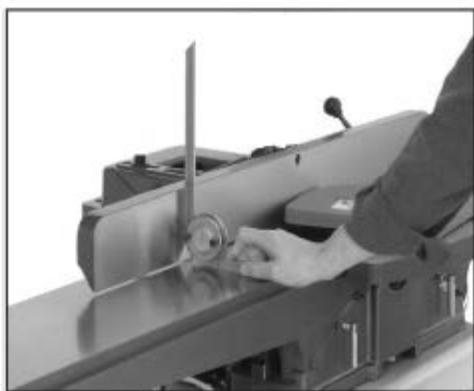

Рис. 14
1. С помощью угольника на 90° отрегулировать параллельный упор в положении под 90°, как показано на рис. 14.